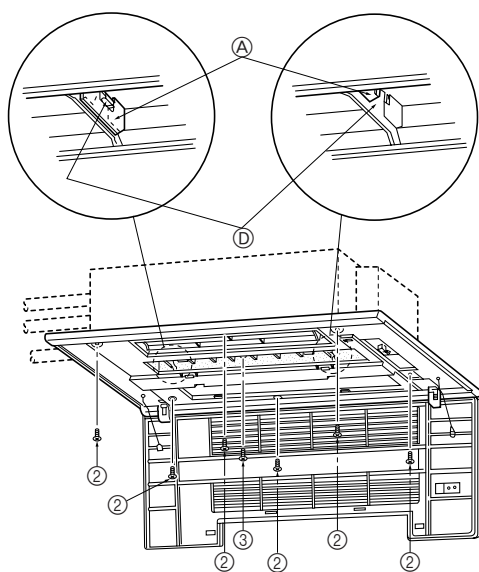
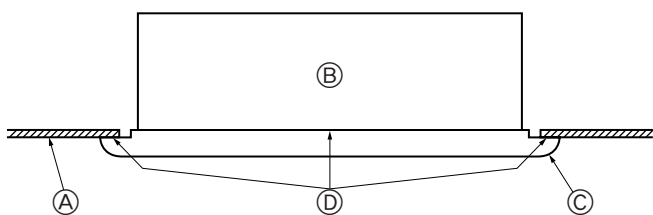

Fig. 5-5
Fig. 5-6
- Adattare il pannello anteriore in modo che si adatti perfettamente all'angolo formato dal soffitto e dalla parete, ed installare quindi i bulloni di fissaggio ② (forniti assieme a questa griglia) nei quattro punti previsti, a destra e sinistra, lasciandoli leggermente allentati. (Fig. 5-5)
- Stringere quindi i bulloni di fissaggio ② e stringere le viti ③ nei tre punti centrali.
- Stringere definitivamente i bulloni di fissaggio ② nei quattro punti previsti, a sinistra e destra.
- A questo punto, accertarsi che non vi siano più spazi vuoti fra la sezione interna e il pannello anteriore, e fra il pannello anteriore e la superficie del soffitto. In caso contrario, potrebbe esservi una caduta di gocce d'acqua, a causa del passaggio di correnti d'aria (Fig. 5-6).